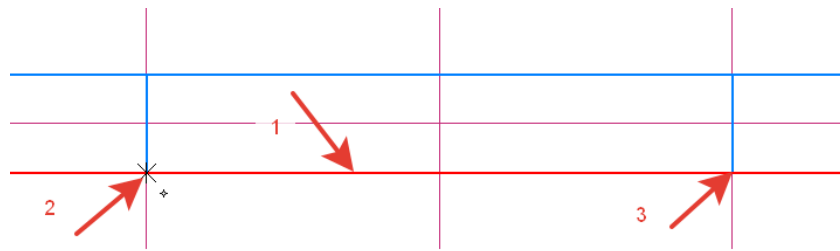

Рисунок 76.
12. Ограничиваем оконные проемы вертикальными отрезками, инструментальная панель *Геометрия – Отрезок*, *Стиль линии – основная*, наносим на вспомогательные линии (рисунок 76).
13. Так как у нас стены выполнены единым прямоугольником, необходимо сделать разбивку на участки. Информационная панель *Правка – Разбить кривую*, (рисунок 76) указать курсором прямую (1), далее точки начала (2) и окончания (3) оконного проема. Сделать разбивку на всех четырех окнах. Удалить вспомогательные прямые.